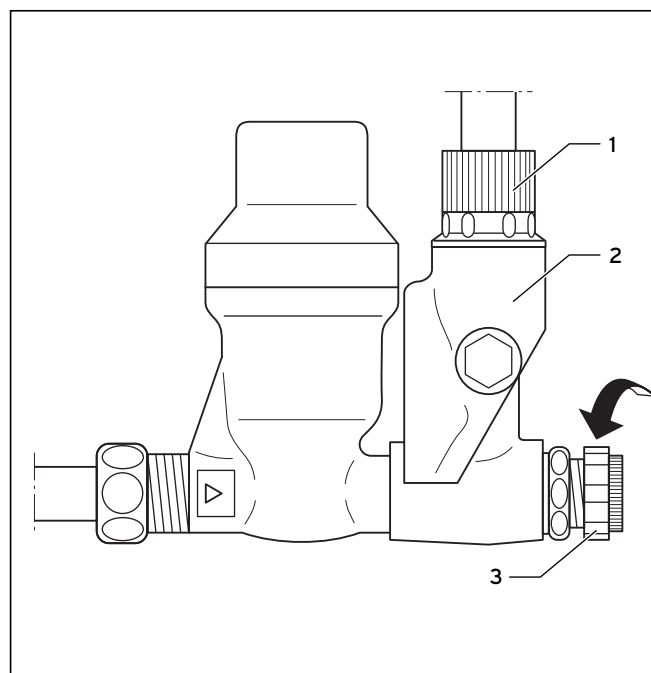

Рис. 4.1 Группа безопасности
- сбросная линия (2, рис. 4.1) и предохранительный клапан для воды накопителя.
При обнаружении негерметичности в области линии горячей воды между водонагревателем и водоразборными точками закройте запорный вентиль холодной воды (3, рис. 4.1) и поручите устранение негерметичности аккредитованному специализированному предприятию.
Впускная арматура, сбросная линия (2, рис. 4.1), а также вытекающая вода, могут достигать температуры до 85 °C.
Во время нагрева из-за изменения своего объема из сбросной линии (2, рис. 4.1) выходит вода. Поэтому не закрывайте предохранительный клапан либо сбросную линию!